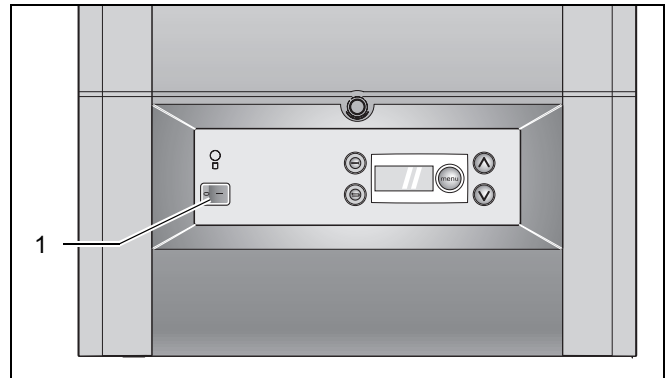

Fig. 26 Comutator funcționare DBA
- Se deconectează instalația prin poziționarea comutatorului de funcționare pe "0" (Fig. 26, Poz. 1).